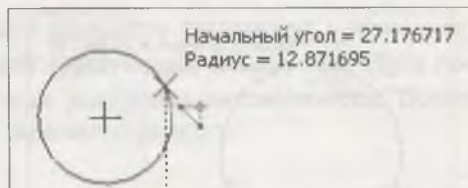

Рис. 6.9. Построение дуги по двум точкам
- ♦ укажите курсором начальную точку t1 дуги. Сдвиньте курсор в правую сторону от точки t1. Фантом дуги будет строиться по часовой стрелке (рис. 6.9). Сдвиньте курсор в левую сторону — фантом будет строиться против часовой стрелки (см. построение Автолинии в уроке 5);